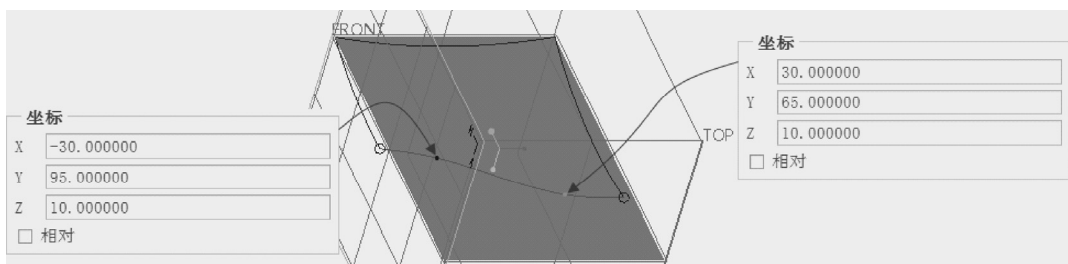

图 7-124 设置自由曲线内部点坐标
2) 选择上面刚创建的自由曲线，接着分别设置该自由曲线的两个内部点坐标为 $(-30,95,10)$ 、 $(30,65,10)$ ，如图 7-124 所示。